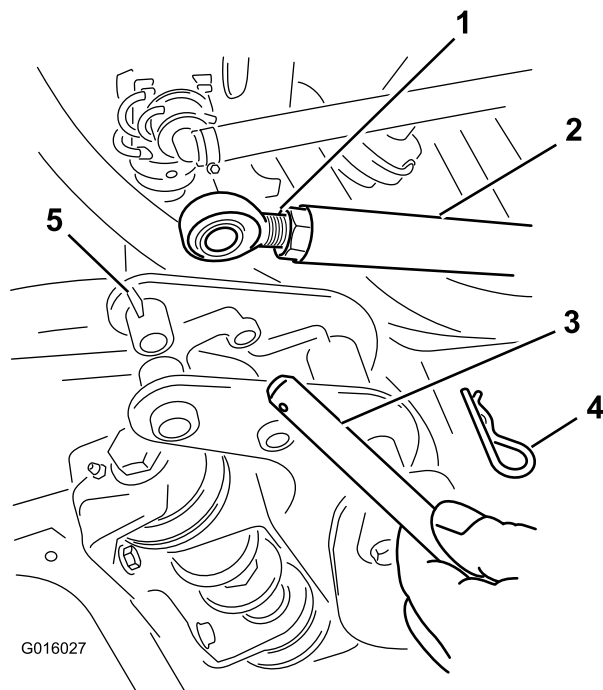

Figura 4
2. Rimuovete da ciascuna barra la coppiglia ed estraete il perno dall'asta per scollegare l'asta dalla sede del perno di articolazione della barra (Figura 4).